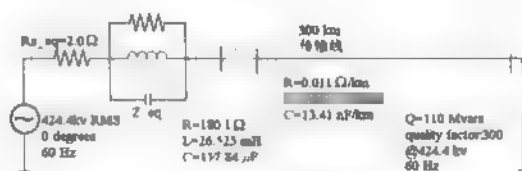
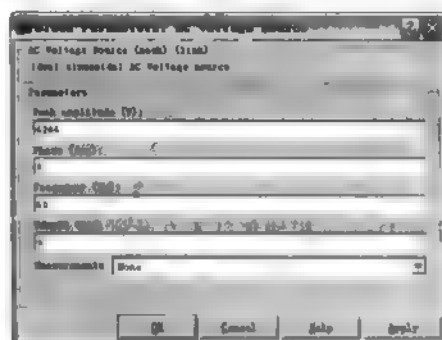
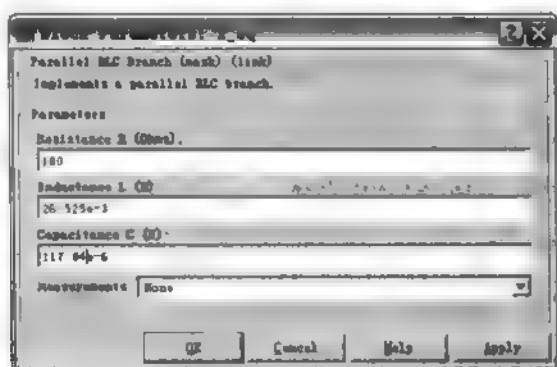
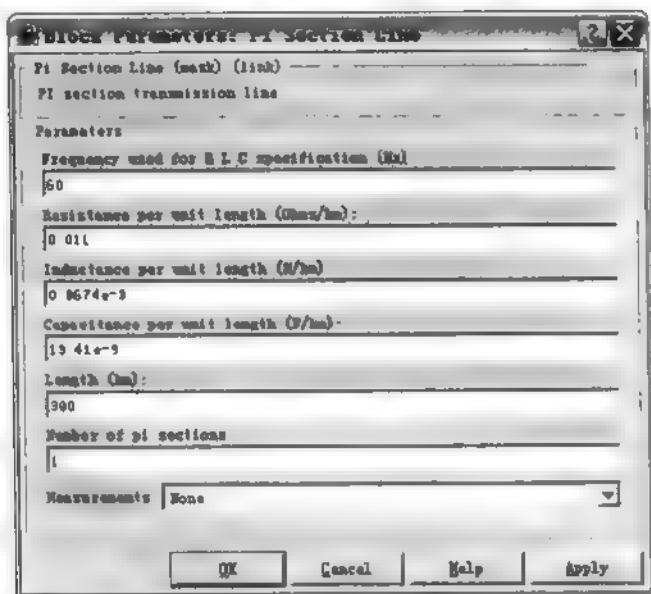

图 14.8 电路结构图
图 14.9 AC Voltage Source 模块参数对话框
图 14.10 Parallel RLC Branch 参数对话框
图 14.12 PI Section Line 模块参数对话框
- (1) 新建一个 Simulink 窗口用来创建电路模型，并保存为 model14to01.mdl。
- (2) 打开 Electrical Sources 模块库，复制 AC Voltage Source 模块到 model14to01.mdl 模型窗口。
- (3) 双击 AC Voltage Source 模块，打开参数对话框，根据图 14.8 中的参数设置 amplitude, Phase 和 Frequency 参数，如图 14.9 所示。
(4) 将模块名 Voltage Source 改为 V_s 。
(5) 从 Elements 模块库中复制 Parallel RLC Branch 模块到模型窗口中，并双击模块，根据图 14.8 设置对话框参数，如图 14.10 所示，并将模块重新命名为 Z_{eq} 。
(6) 图 14.8 中描述的电阻 $R_{s\ eq}$ 可以直接通过 Parallel RLC Branch 模块来实现。可以直接右键拖放复制窗口中已经存在的 Parallel RLC Branch 模块，命名为 $R_{s\ eq}$ ，设置参数 Resistance R 为 2.0，Inductance L 为 inf，Capacitance C 为 0。
(9) 从 Elements 模块库中复制 PI Section Line 模块到 model14to01.mdl 模型中，双击模块，按照图 14.8 设置对话框，如图 14.12 所示。